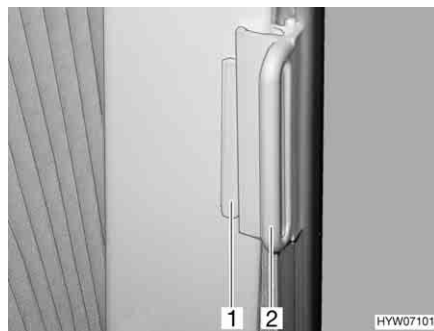

Bild 85 Faltverdunklung, Fahrerhausfenster
Schließen: ■ Die Faltverdunklungen am Griff (Bild 85,2) fassen und vorsichtig zuziehen, bis der Magnetverschluss die Faltverdunklung geschlossen hält.
■ Den Griff (Bild 85,2) auf den Aufsatz (Bild 85,1) schieben. Die Faltverdunklung ist gesichert.